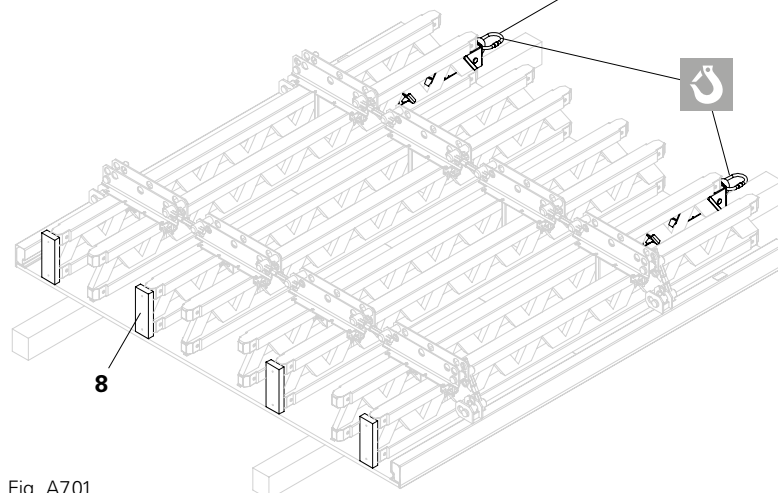

Fig. A7.01
1. Innestare la staffa di sollevamento 24 (9) nella struttura reticolare della trave e fissare con perni di sicurezza e inserti a molla (9.1).
2. La lamiera dell'impianto deve innestarsi nel reticolo della GT 24. (Fig. A7.01)
Fissare con chiodi lo spessore di appoggio (8) ogni due travi reticolari. (Fig. A7.01)